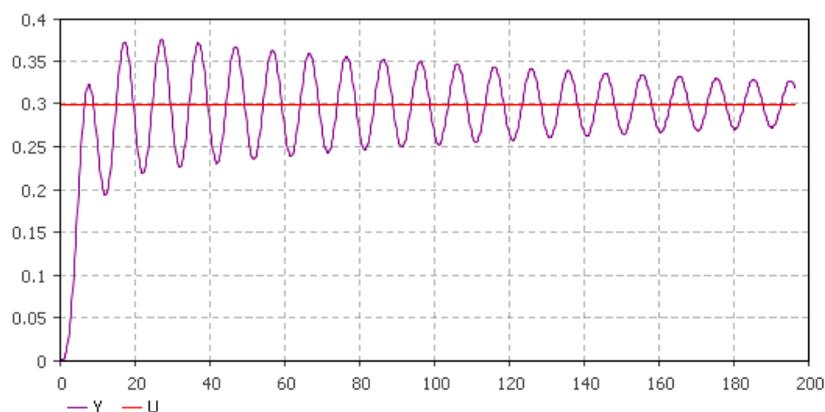

Рис.1. Реакция привода, переходный процесс
Почему нельзя увеличить коэффициент передачи системы, график привода переходной характеристики представлен на рис. 1 (1).